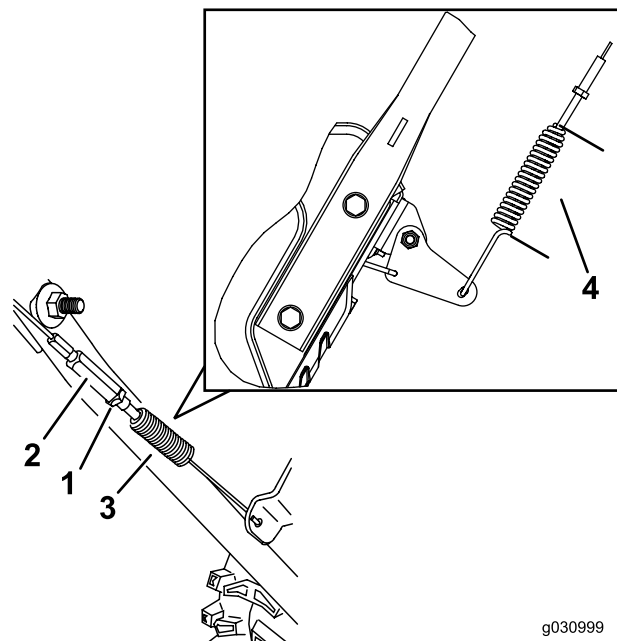

Figura 27
3. Allentate o serrate il tornichetto per regolare la lunghezza della molla a 5,5 cm, come illustrato nella Figura 27.
4. Serrate il controdado (Figura 27) assicurandovi che vi sia una leggera tensione sul cavo.